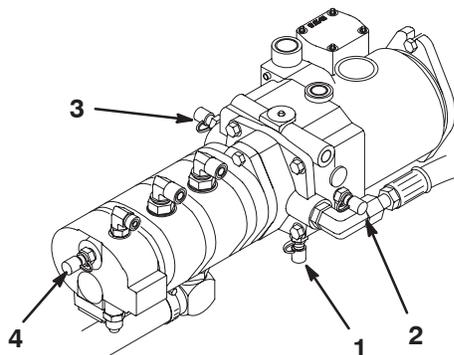

Bild 61
4. Testanschluss „D“ befindet sich unten am Hydrostatikgetriebe (Bild 61) und wird zum Messen des Getriebedrucks verwendet.
5. Testanschluss „E“ wird zum Messen des Traktionvorwärtsdrucks verwendet (Bild 61).
6. Testanschluss „F“ wird zum Messen des Traktionrückwärtsdrucks verwendet (Bild 61).
7. Testanschluss „G“ wird zum Messen des Lenkdrucks verwendet (Bild 61).